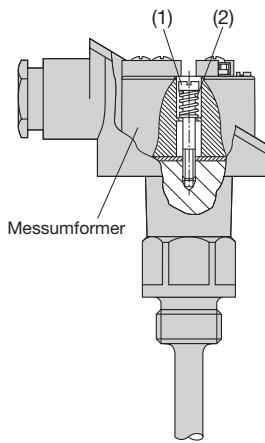

Bild 4. Gefederte Montage auf Messeinsatz.
Leitungen des Temperaturfühlers durch das Loch in der Mitte des Messumformers fädeln. Messumformer im Unterteil des Anschlusskopfes ausrichten und mit zwei Zylinderschrauben (1) und zwei Federn (2) befestigen (siehe Bild 4). Anschlussleitungen gemäß Abschnitt «7. Elektrische Anschlüsse» anschliessen.